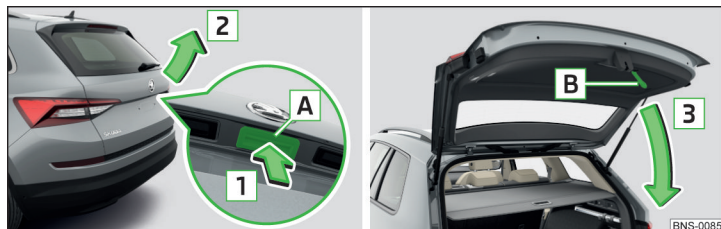

Fig. 44 Ouverture/fermeture du capot du coffre à bagages
- Pour **ouvrir**, appuyez sur la touche **A** dans le sens de la flèche **1** » fig. 44.
La touche **A** » fig. 44 est désactivée lors du démarrage ou à partir d'une vitesse supérieure à 5 km/h. La touche est réactivée après l'arrêt du véhicule et l'ouverture d'une porte.
- La touche **A** » fig. 44 à la page 62 est désactivée lors du démarrage ou à partir d'une vitesse supérieure à 5 km/h. La touche est réactivée après l'arrêt du véhicule et l'ouverture d'une porte.